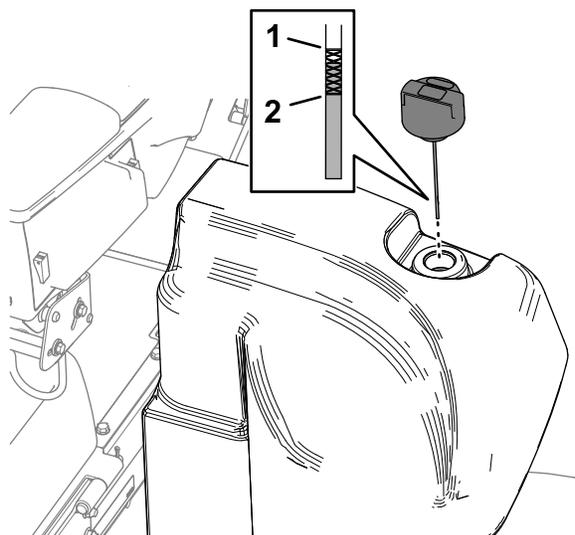

図 145
2. 油圧オイルタンクの注油口周辺をきれいに拭き、キャップを外す **図 145**。